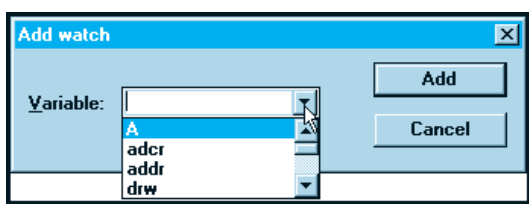

Fig.58 Selezionate la variabile che volete.
- Andate con il cursore sulla **freccia** posta a destra della scritta **Variable** e vedrete apparire in **ordine alfabetico** l'elenco delle **variabili** presenti nel programma **ATEST** (vedi fig.58).